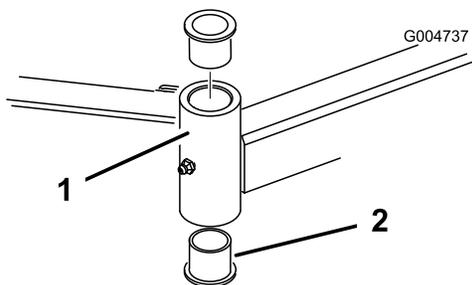

Рисунок 108
4. Вставьте пробойник сверху или снизу монтажной трубы и выбейте втулку из трубы (Рисунок 108).